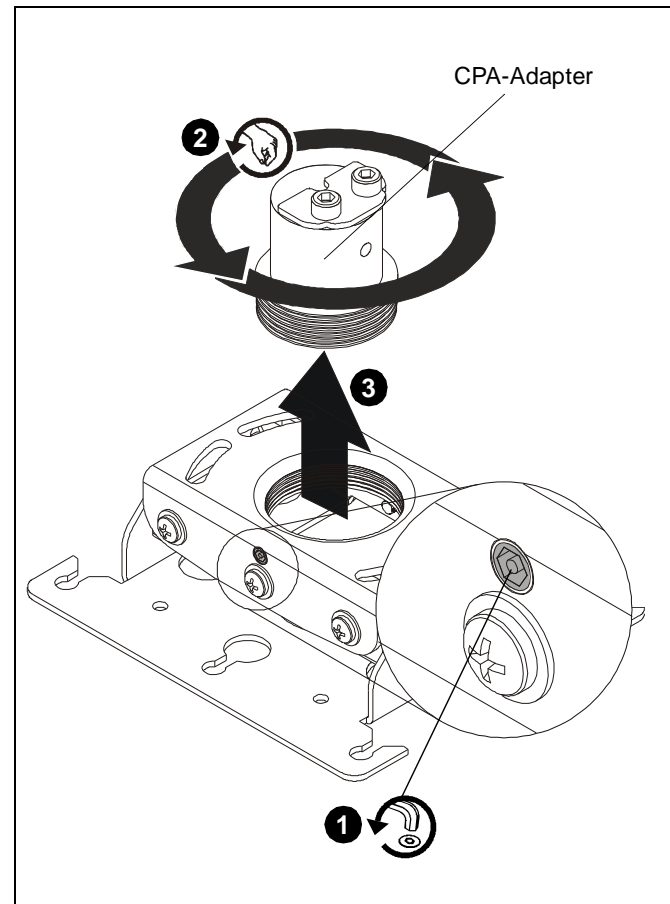

Abb. 2
1. Lösen Sie die Feststellschraube, die den CPA-Adapter an die RPE-Halterung fixiert. (Siehe Abb. 2)
2. Drehen Sie den CPA-Adapter gegen den Uhrzeigersinn, bis sich das Gewinde aus der RPE löst. (Siehe Abb. 2)
3. Entfernen Sie den CPA-Adapter aus der RPE. (Siehe Abb. 2)